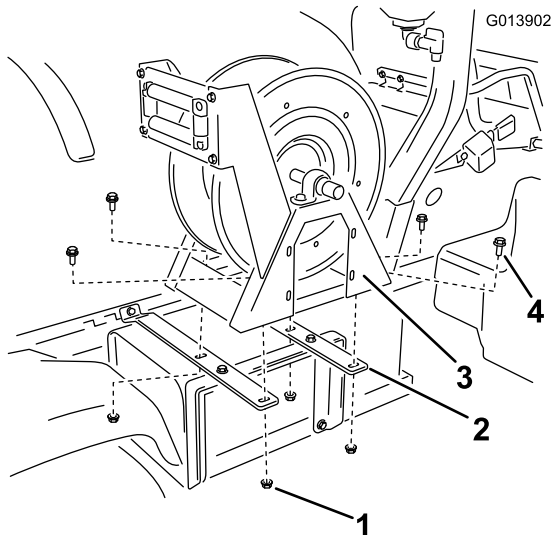

Рисунок 10
5. Установите шланговый барабан в сборе на крепежные планки шлангового барабана (Рисунок 10) с помощью четырех болтов с фланцевой